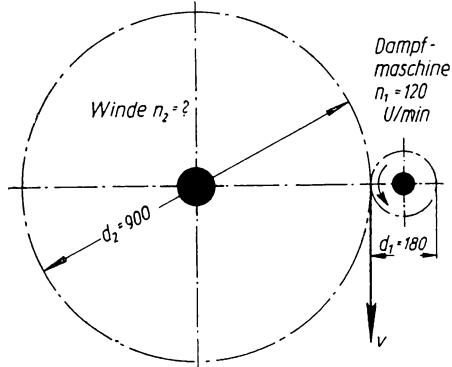

Bild 12
42. Das skizzierte Zahnrädervorgelege einer Dampfwinde (Bild 12) hat folgende Maße: Das kleine Zahnräder der Dampfmaschinewelle hat 180 mm Teilkreisdurchmesser, $n_1 = 120$ U/min. Es greift treibend in ein großes Zahnräder der Windenwelle, dessen Teilkreisdurchmesser 900 mm beträgt. Die Teilkreise sind die gedachten mittleren Zahnräder beider Räder, die mit gleicher Umfangsgeschwindigkeit aufeinanderrollen. Zu berechnen ist a) die Umfangsgeschwindigkeit beider Teilkreise; b) die Drehzahl in U/min der angetriebenen Windenwelle; c) die Räderübersetzung des Getriebes.